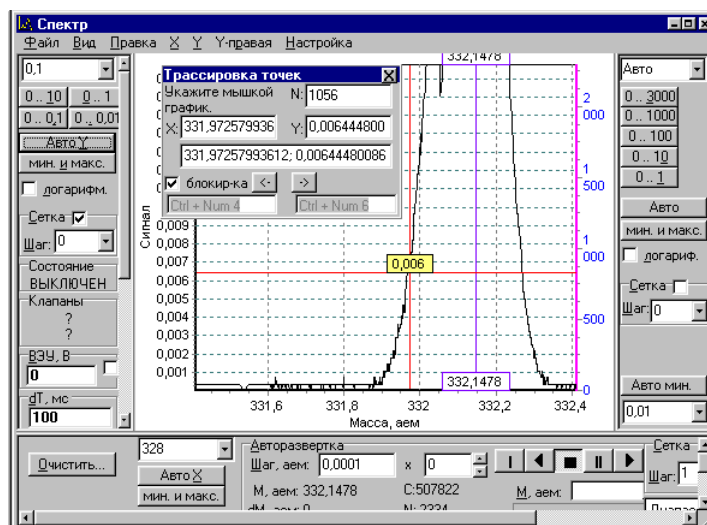

Рис. 3.11
- Выберите пункт «Трассировка» из меню «Вид». На графике появится новая панель «Трассировка точек» — панель трассировки (ПТ), рис. 3.11.